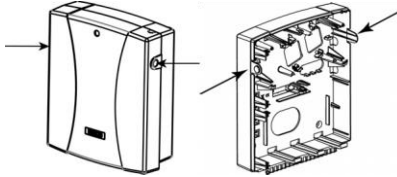
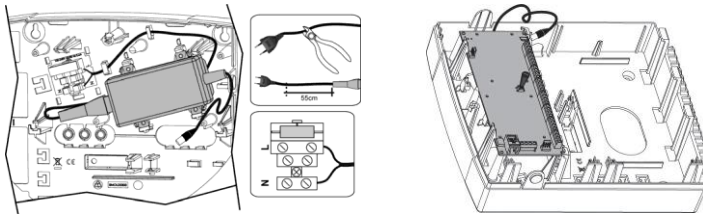

Figure 5-1: Box clip release
Figure 6-1: AC Netzteil und AC Block
1. Entfernen Sie die Frontabdeckung indem Sie die beiden Kunststoffflaschen an der Seite leicht eindrücken, (Siehe hierzu Figure 5-1).
Die 2 Wege Zonenerweiterung wird durch ein 1,5A 14,4V Schaltnetzteil mit Strom versorgt. Die Verbindung zum Stromnetz muss über den Sicherungsblock (siehe Figure 6-1, unten) hergestellt werden.
1. Schließen Sie das Schaltnetzteil an AC Block an wie in Figure 6-1 gezeigt.
2. Setzen Sie die Hauptplatine wieder ein und schließen Sie den Hohlstecker des Netzteils an, siehe hierzu Figure 3-1 und Figure 6-1.
2. Stellen Sie die 230V Netzstromversorgung her, siehe hierzu Figure 6-1.
3. Öffnen Sie das Gehäuse der Zonenerweiterung (siehe Figure 5-1 und Figure 6-1) Trennen Sie die Zonenerweiterung vom Stromnetz, trennen Sie ebenfalls den Akku.